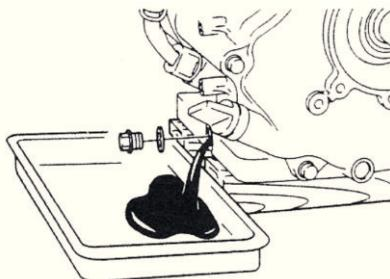

Рис. 27
1. Вывернуть маслозаливную и сливную пробки и слить масло (Рис. 27).